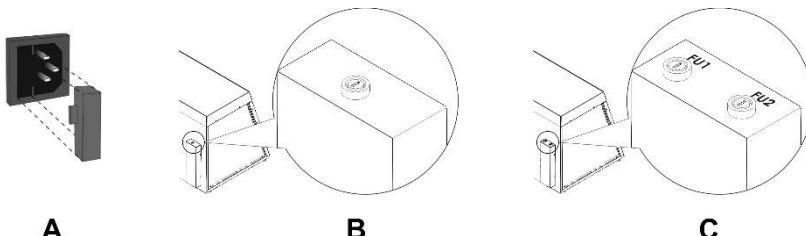

Рисунок 4. Замена предохранителя
- 7.4.1. Предохранитель в блоке управления. Отсоедините прибор от сети. Отсоедините сетевой кабель из разъема на задней панели прибора. Откройте держатель предохранителя, выдвинув его (рис. 4/A, для компактных моделей) или открутите крышку держателя FU2 (рис. 4/C, для модели UVT-S-AR). Проверьте предохранитель и, при необходимости, замените, M 3,15 A (тип **M** - time lag: Medium).
- 7.4.2. Предохранитель розетки (для моделей со внутренними розетками). Отсоедините прибор от сети. Открутите крышку держателя предохранителя (рис. 4/B или 4/C, FU1). Проверьте предохранитель и, при необходимости, замените, M 5,0 A (тип **M** - time lag: Medium).